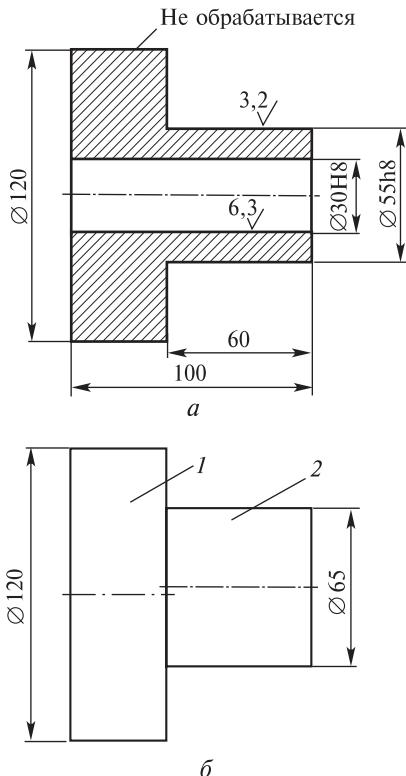

Рис. 2.2. Деталь (а) и заготовка (б)
24. Выберите черновую установочную базу у заготовки (рис. 2.2, б), если необходимо получить деталь, изображенную на рис. 2.2, а, с указанными требованиями (заготовка — штамповка).